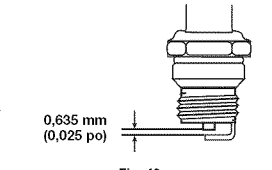

Fig. 40
- Apague el motor y espere que se enfríe. Retire los seis (6) tornillos de la parte posterior de la tapa del motor con destornillador de cabeza plana o Torx No. T-25 (Fig. 40).
- Cambie las bujías que estén rajadas, sucias o deterioradas. Fije la separación de aire a 0,635 mm (0,025 pulgadas) utilizando un calibrador (Fig. 40).